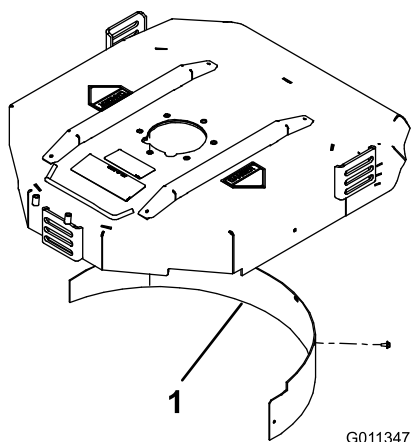

Figure 15
- Montez le déflecteur de déchiquetage dans l'ouverture arrière et fixez-le avec 5 boulons à embase (Figure 15).